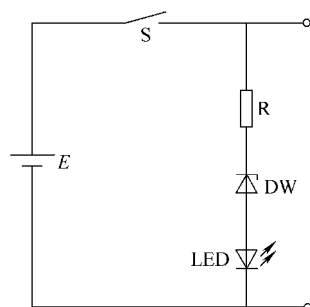
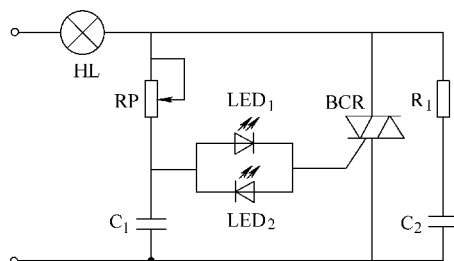
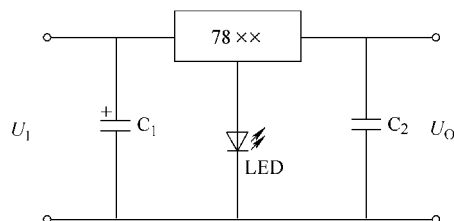

图 2-101 监视电池电压的电路
图 2-102 触发电路
图 2-104 电源指示电路
3) LED 的几种特殊用法。LED 的特殊用法如图 2-101、图 2-102、图 2-103 和图 2-104 所示。图 2-101 所示为 LED 用以监视电池电压的应用电路。电路中稳压管 DW 稳压值应选电池额定电压 70% 左右。图 2-102 所示是将两只 LED 反向并联,用移相式晶闸管调压电路中代替双向触发二极管。